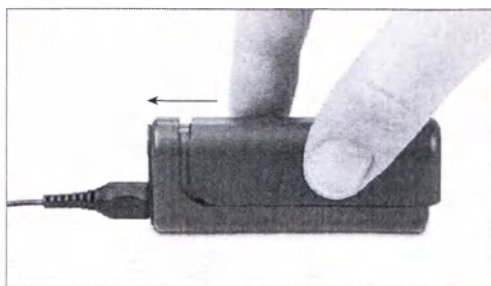

Рис. 22 Закрытие батарейного отсека
7. Чтобы правильно закрыть батарейный отсек, выровняйте крышку и подтолкните ее вперед, пока она не защелкнется на месте, как показано на рис. 22. Избегайте чрезмерного воздействия на крышку при открытии и закрытии батарейного отсека. Крышка должна легко скользить по направляющим желобкам миниатюрного блока элементов питания.